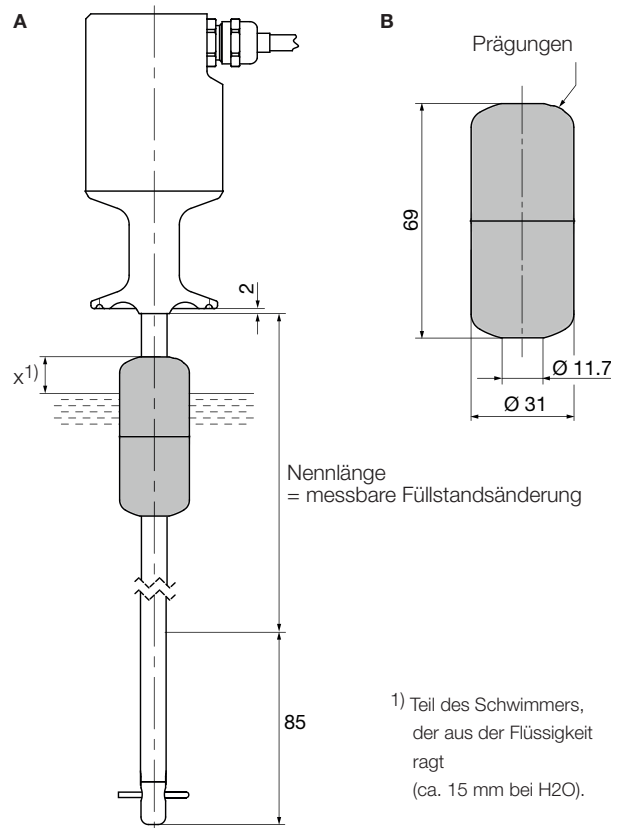

Bild 1-1: Beispiel (A) für die Füllstandsmessung mit Schwimmer BTL-S-3112-4Z-SA10 (B) und magnetostriktives Positionsmesssystem BTL...-SF-F...
Maße	siehe Bild 1-1
2. Splint am unteren Ende des Stabs aufsetzen (siehe Bild 1-1).